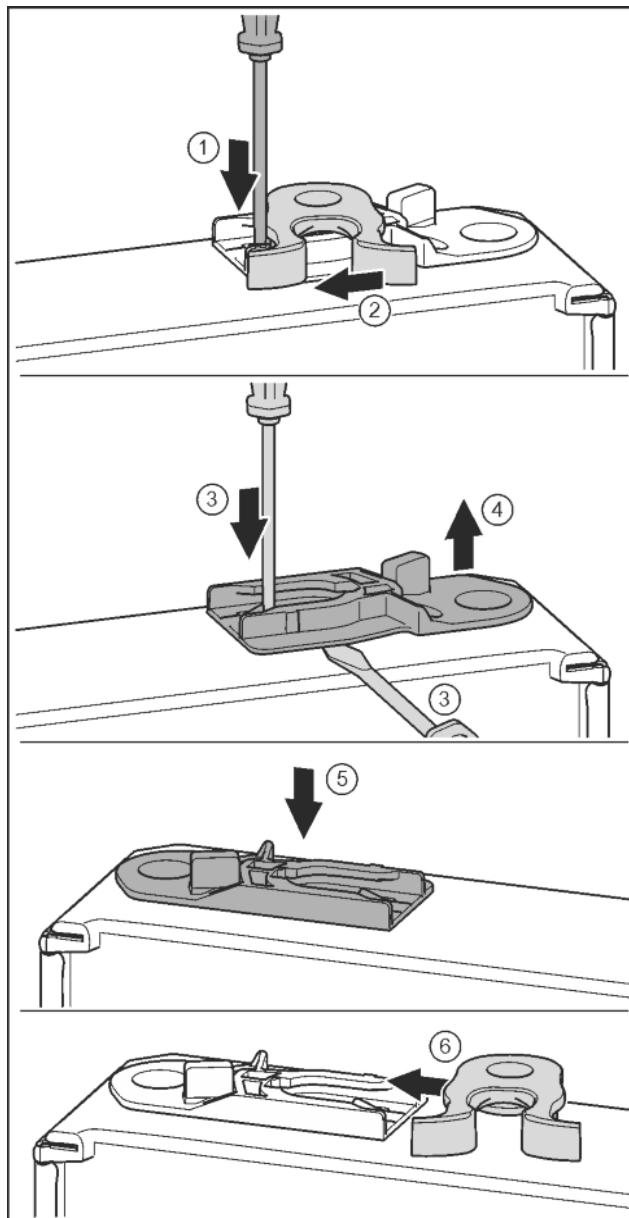

Fig. 19
- ▶ La parte inferiore della porta indica verso l'alto: ruotare la porta. Fig. 19 (1)
- ▶ Con un cacciavite spingere la linguetta verso il basso. Fig. 19 (2)
- ▶ Estrarre il gancio di chiusura dalla guida. Fig. 19 (3)
- ▶ Estrarre la bussola di guida: con un cacciavite spingere la linguetta e contemporaneamente con un cacciavite spostarla sotto la bussola di guida. Fig. 19 (3, 4)
- ▶ Inserire sull'altro lato dell'apparecchio la bussola di guida fornita in dotazione. Fig. 19 (5)
- ▶ Spingere il gancio di chiusura nella guida. Fig. 19 (6)